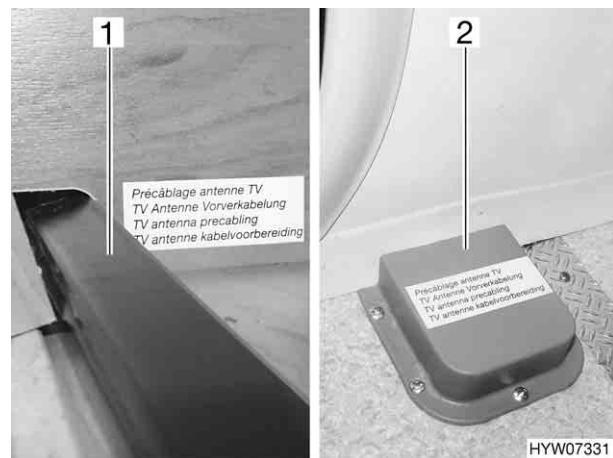

Fig. 71 Collegamento antenna, premon-tato
- nell'armadietto pensile (Fig. 71,1)
- nella cassetta di stivamento nel pavimento (Fig. 71,2)